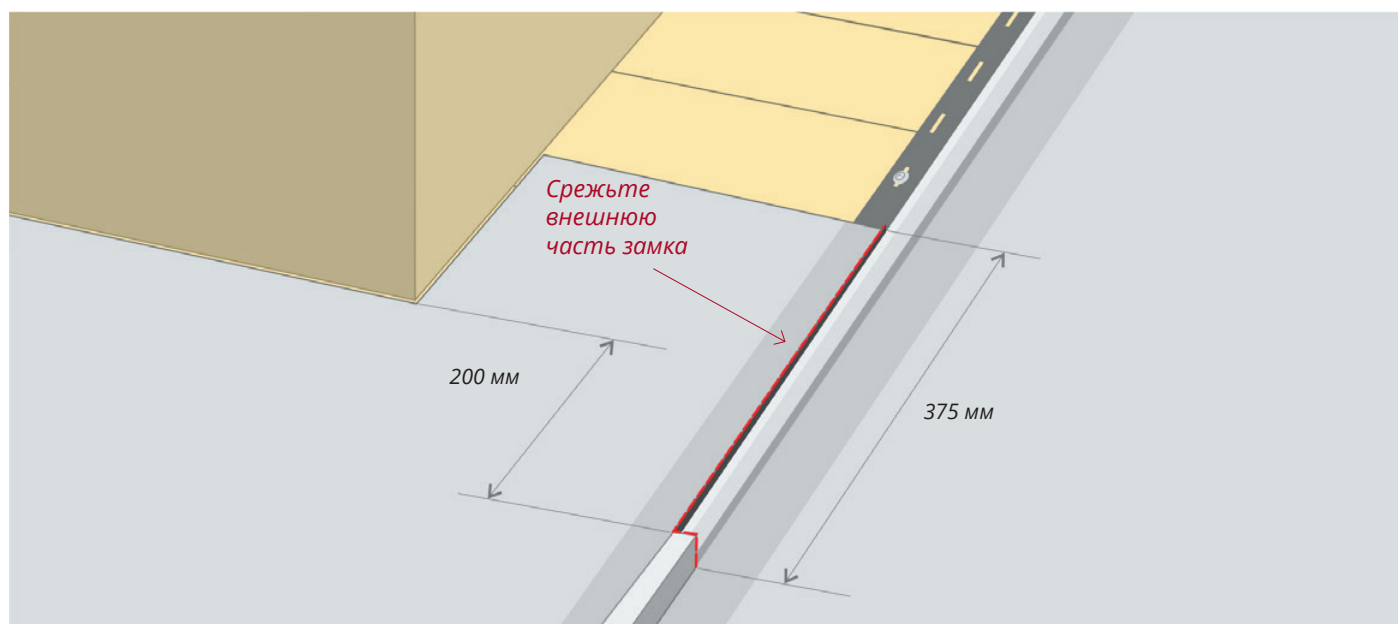

Рисунок 1
1. Подготовьте панель, примыкающую к дормеру снизу, установите панель (Рис. 1).